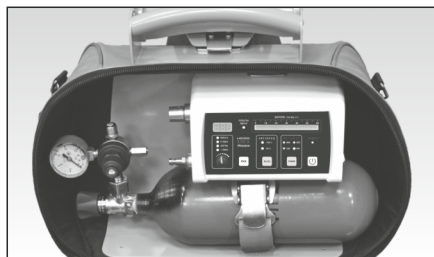

Рис. 2
4.5. Для проведения реанимационных мероприятий в палатах интенсивной терапии или в специальном транспорте кислород к аппарату подводится с помощью шланга питания от источника с давлением на выходе от 0,2 до 0,6 Мпа (от 2 до 6 кг/см²). Шланг питания подключается с помощью быстроразъемного соединения к штуцеру подвода питания, расположенному на боковой поверхности аппарата. При использовании встроенного источника питания кислородом в автономном (переносном) варианте работы к сумке аппарата с помощью ремней крепится кислородный баллон с вентилем и редуктором высокого давления (рис. 2).